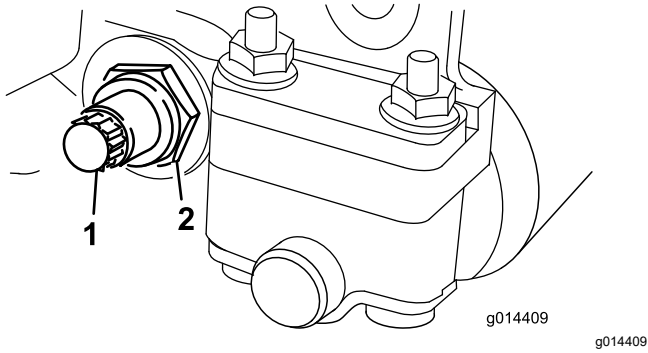

图 14
3. 在机器的另一侧松开固定底刀架螺栓 图 14 的锁紧螺母。
4. 拆下两个底刀架螺栓向下拉动底刀架并从滚刀组上拆下来图 14。